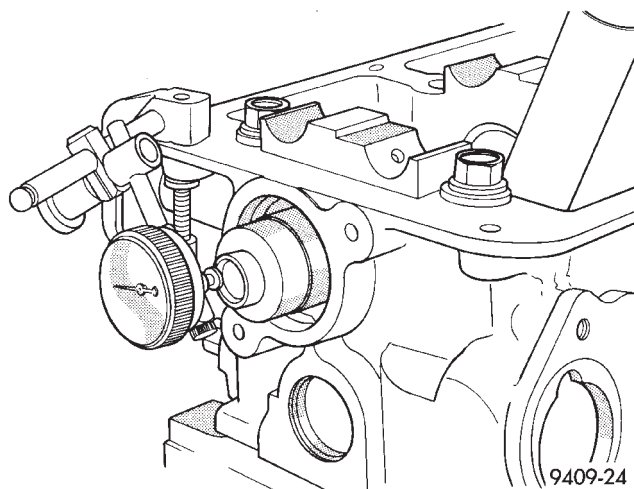

Fig. 31 Juego longitudinal del árbol de levas
(1) Lubrique los gorriones del árbol de levas con aceite e instale el árbol de levas **sin** que estén instalados los conjuntos de balancín.
(2) Instale el imán de dirección del árbol de levas en el extremo del árbol de levas. Apriete el tornillo de instalación con una torsión de 3,4 N·m (30 lbs. pulg.).
(3) Instale el sensor de posición del árbol de levas y apriete los tornillos de instalación con una torsión de 9 N·m (80 lbs. pulg.).
(4) Mida el juego longitudinal del árbol con el siguiente procedimiento:
- Instale el indicador de cuadrante C-3339 o equivalente en un punto fijo sobre la culata de cilindros (Fig. 31).